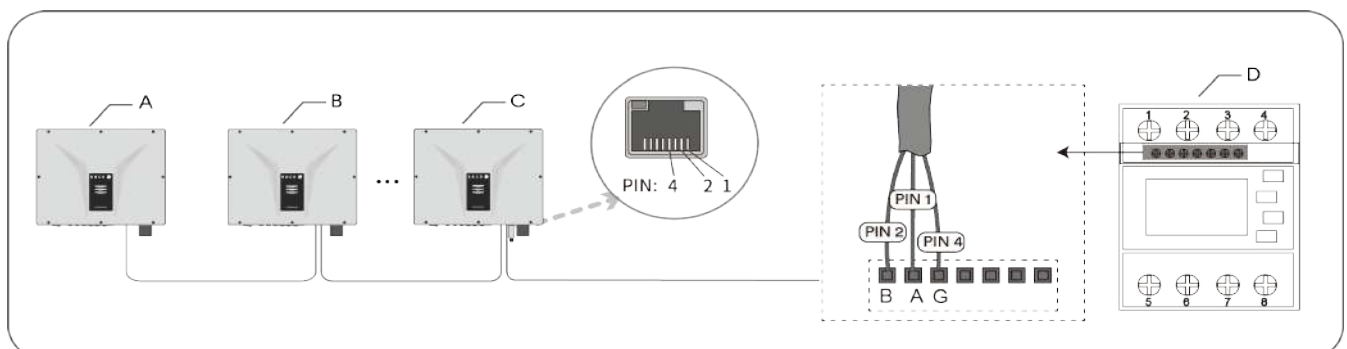
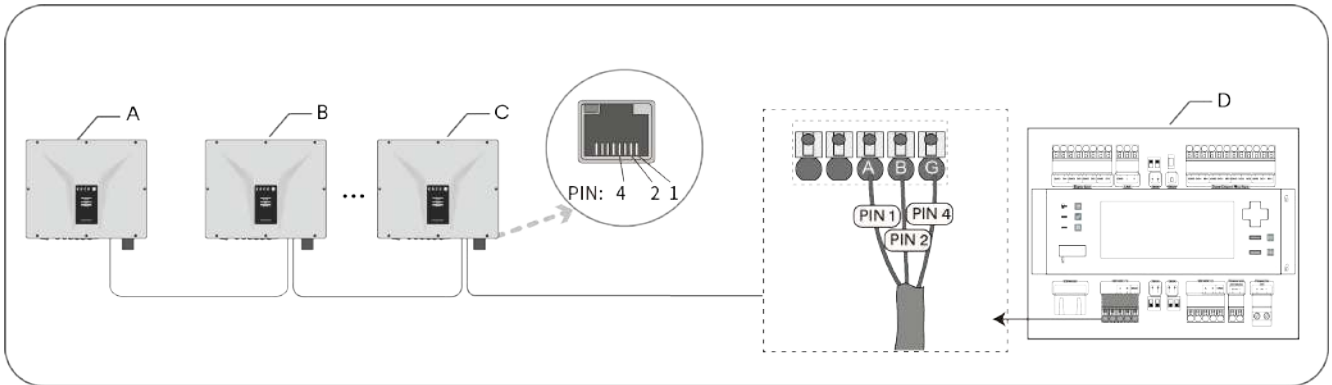

Abb. 39. RS485 Bussystem-Verbindung mit Kommunikationseinheit
Abb. 40. RS485 Bus-Systemverbindung mit Datenlogger
2. Isolieren Sie das andere Ende des Netzkabels ab. Befestigen Sie den Kupferdraht an der entsprechenden Klemme. [\times PH0 \approx 0,7 Nm] (siehe Abb. 39 & Abb. 40).